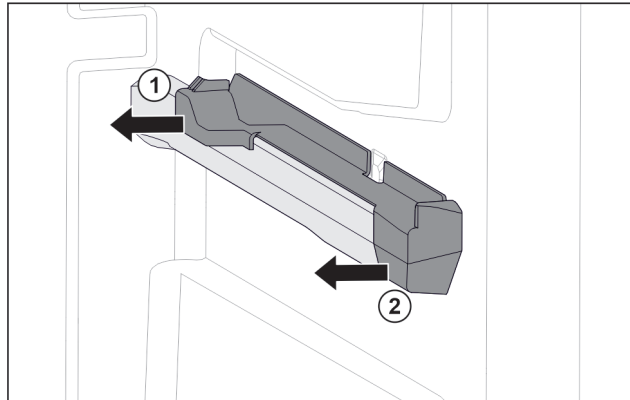

Fig. 52 右侧容器肋梁上的插装件
- 将插装件后部拉到一侧。 Fig. 52 (1)
- 将插装件前部拉到一侧。 Fig. 52 (2)